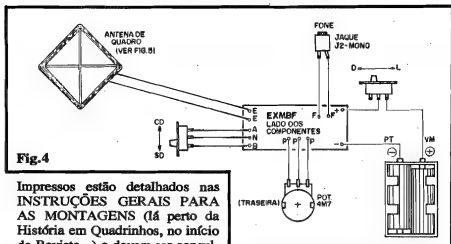

Fig. 4
- FIG. 4 - CONEXÕES EXTERNAS À PLACA - A figura mostra ainda a plaquinha pela sua face não cobreada (só que agora não
padronizada ou mesmo "aproveitada", com sua parte frontal ocupada pelos controles (potenciômetro e chaves) e jake para o fone de ouvido. Na traseira do **contêiner** podem ficar os contatos para Entrada do sinal sensorado (E-E), talvez na forma de um par de conectores parafusáveis tipo "Sindal", ou mesmo através de um jake universal. Conforme se vê da fig. 4, o par de pilhas pequenas no suporte, a plaquinha e a restante parafarndia formam um conjunto bastante compacto, permitindo o uso de uma caixa de dimensões bem "portáteis"... Infelizmente, o sistema de captação (antena de quadro ou geo-sensor) não tem como ser "reduzido" ou portabilizado, por questões óbvias...